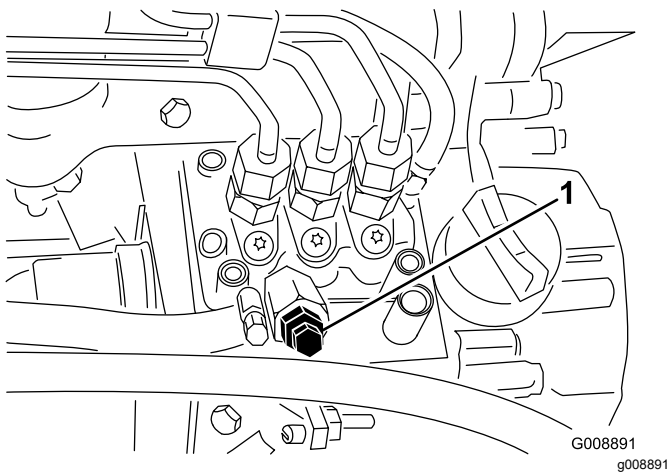

Bild 34
4. Öffnen Sie die Entlüftungsschraube an der Kraftstoffeinspritzpumpe (Bild 34).